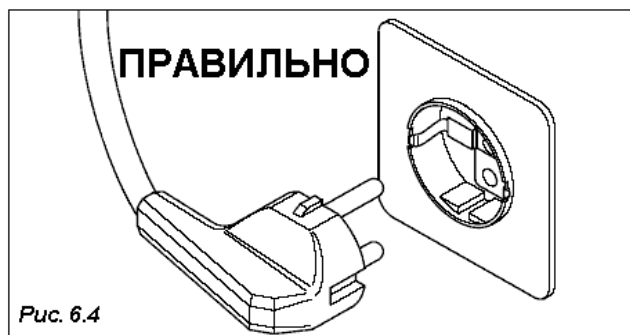

Рис. 6.4
- Торговый автомат укомплектован сетевым шнуром H05WF 3 $\times$ 1,5 мм² с вилкой типа SCHUKO (евростандарт) (Рис. 6.4).